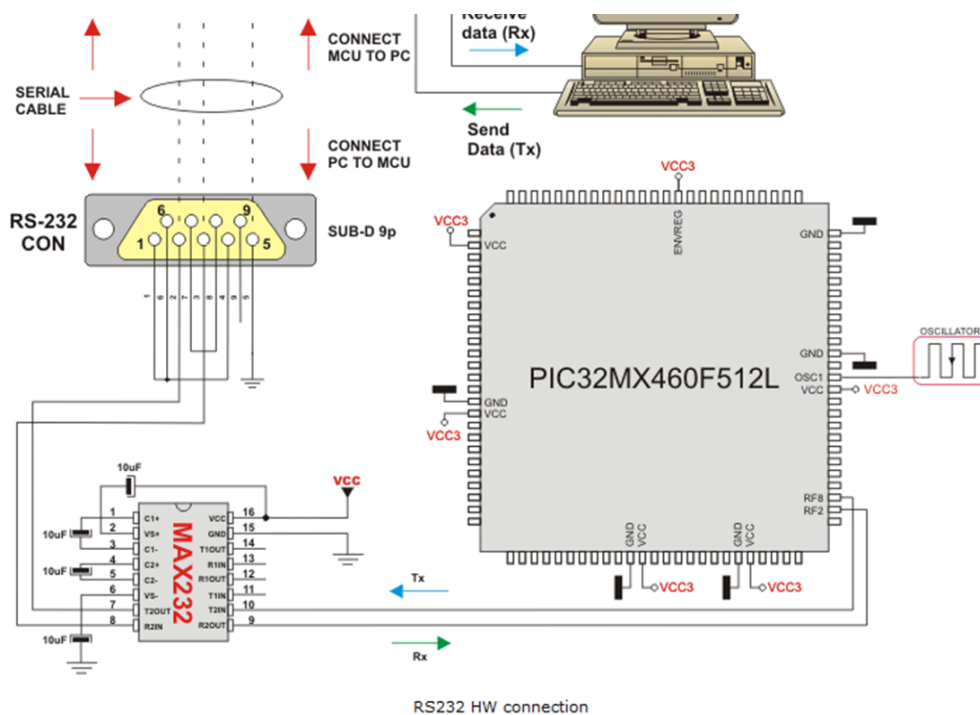

Figura 3.6: Esquema de conexión del circuito MAX-232, tomado de [2].
7. Posteriormente se procede a la elaboración del circuito MAX-232. Para ello se utilizó el esquemático que se ilustra a continuación en la figura 3.6 puede observarse la conexión del circuito MAX232 hacia un microcontrolador